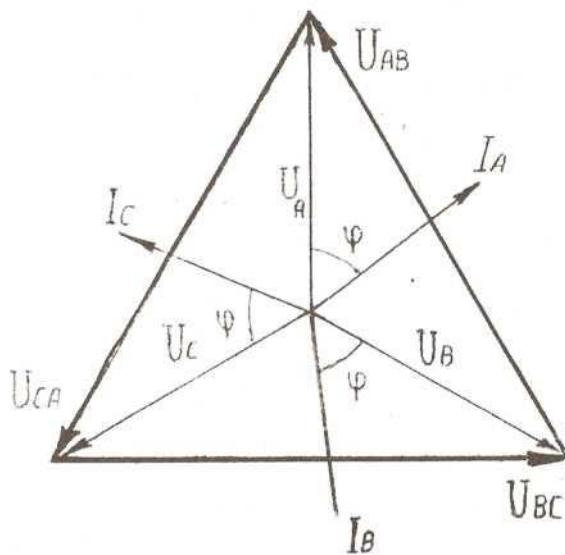

Рис.20
- 8) Построение векторной диаграммы (рис.20).